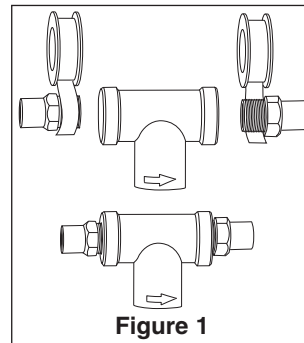

Figure 1
1. Enrouler du ruban de PTFE autour des raccords filetés des adaptateurs et visser aux deux extrémités de la tête de la cartouche. **Ne pas** utiliser de garniture d'étanchéité ni d'enduit d'enrobage, car ils contiennent des solvants qui peuvent endommager les raccords. (figure 1).